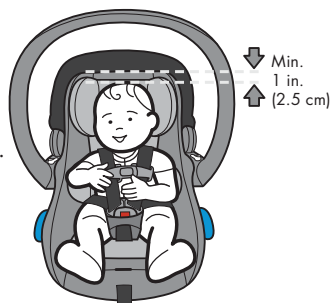

Figura 1
- ✓ La parte superior de la cabeza del niño está al menos 1 pulg. (2.5 cm) por debajo de la parte superior del respaldo del portabebé, como se muestra en la **Figura 1**.